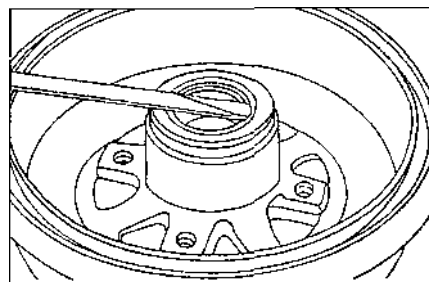

Рис. 5.38.
- извлечь (например, с помощью отвертки) сальник ступицы (рис. 5.38) и её внутренний подшипник;